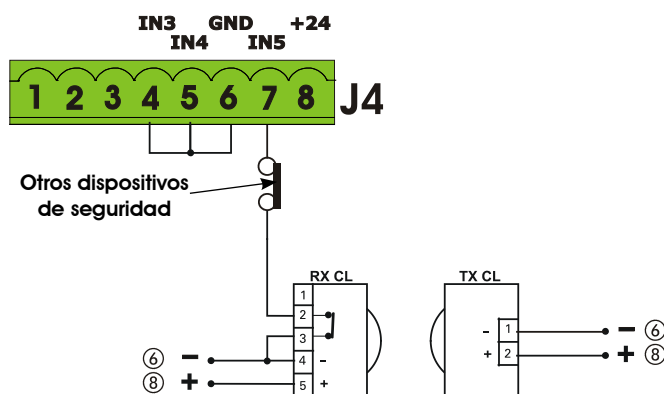

Fig. 16
- Utilizando el disp. de seguridad FAIL-SAFE conecte la alimentación de los transmisores al OUT1 después de haberla configurado debidamente (véase programación de 2º nivel y fig. 16).
- Utilizando el disp. de seguridad FAIL-SAFE, también las entradas de seguridad que no se utilizan deberán puentearse con el negativo de OUT1 (véase Fig. 16).